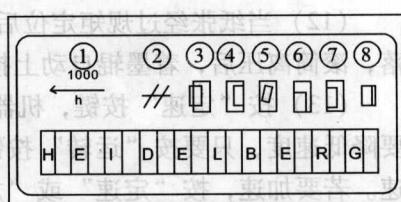

图 1-14 印刷机信息显示面板
印刷机信息显示面板如图 1-14 所示，其各键的显示意义如下：①—机器印数/机器角度显示；②—错误信息显示；③—纸张早到或过头显示；④—纸张晚到显示；⑤—纸张倾斜显示；⑥—下纸错误显示；⑦—拉规错误显示；⑧—双张显示。